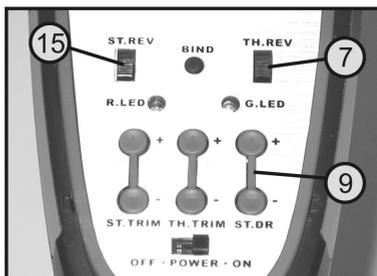
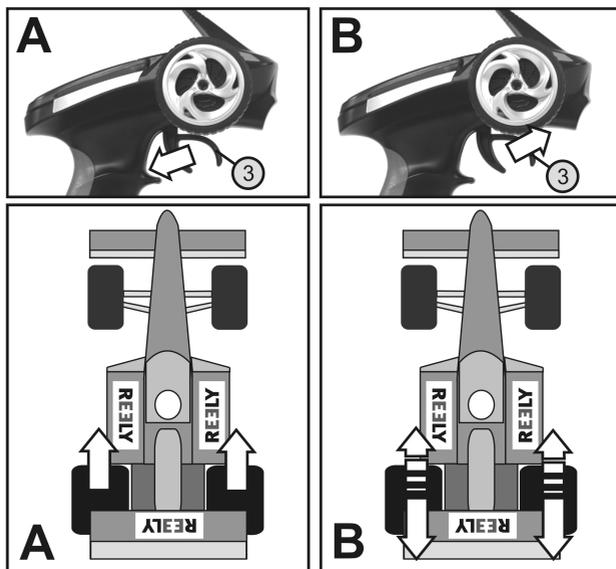

Figura 12
Figura 13
La tiranteria dello sterzo del modello deve essere regolata in modo tale da garantire un angolo di sterzata completo sia a sinistra che a destra, evitando che lo sterzo sia bloccato meccanicamente o il suo movimento risulti limitato. Se durante l'azionamento del modello l'angolo di sterzata dovesse risultare troppo ampio, sarà possibile ridurlo mediante il tasto Dual Rate per la funzione di sterzo (vedere figura 12, pos. 9).
Se si tira completamente la leva di comando per la funzione di guida (vedere figura 1, pos. 3) verso l'impugnatura, il modello deve accelerare. Spingendo la leva in avanti, il modello deve frenare o andare in retromarcia (vedere figura 13, disegno B).
Se la trasmissione del modello funziona esattamente all'opposto di quanto illustrato nella figura 13, è possibile cambiare la direzione d'azione della leva di comando mediante l'interruttore di inversione per la funzione di guida (vedere figura 12, pos. 7).